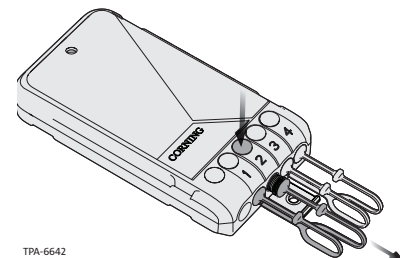

Figure 10
Étape 1: retirer la protection du port là où le connecteur sera raccordé (Figure 10).
Étape 1: appuyer sur le bouton du port et retirer la protection anti-poussières. Retirer le bouchon anti-poussière du connecteur. (Figure 10)